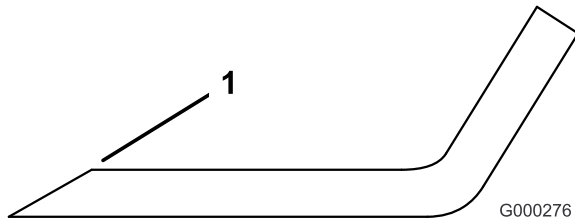

Figura 83
1. Utilice una lima para afilar el filo de corte en ambos extremos de la cuchilla (Figura 83). Mantenga el